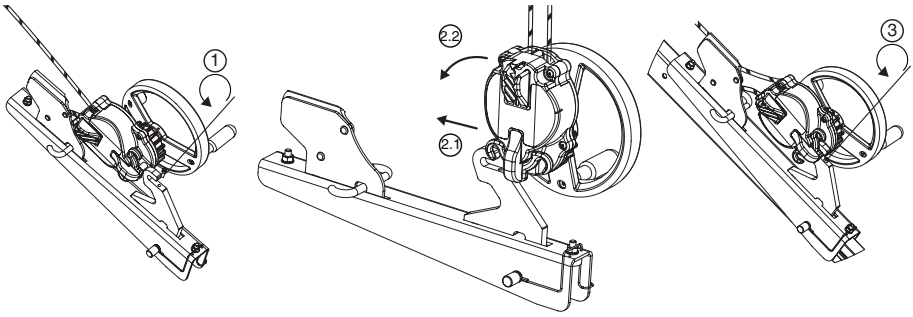

Fig. 8
6.3.4. Apparecchio derope™ UP R (Fig. 8, 9 e 10)
L'apparecchio derope™ UP R deve essere fissato sulla gamba del treppiede trapcode di Tractel® come indicato alla Fig. 8. È vietato qualunque altro fissaggio in un punto diverso del treppiede trapcode di Tractel®. Al fine di poter utilizzare un apparecchio derope™ UP R su una delle tre gambe del treppiede trapcode, quest'ultimo deve essere dotato di una puleggia di rinvio nella parte superiore, o da 2 pulegge se sullo stesso treppiede trapcode è operativo un altro apparecchio (anticaduta a richiamo automatico blocfor™ o argano caRol™).
1. Svitare la vite di bloccaggio del gancio di fissaggio della console per apparecchio derope™ UP R (Fig. 8,1).
2. Posizionare l'apparecchio derope™ UP R sul gancio di fissaggio (Fig. 8, 2.1 – 2.2).
3. Riavvitare la vite di bloccaggio in modo da impedire all'apparecchio di staccarsi dalla console (Fig. 8, 3) e verificare che questa sia ben posizionata e fissata.